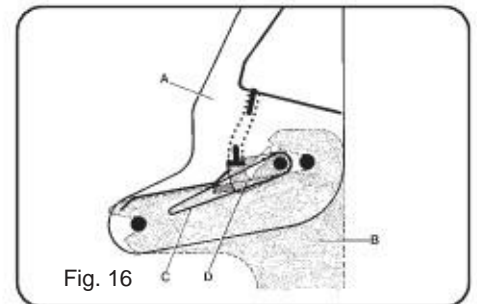

Fig. 16
**6 -** Die Hubzylinder langsam anhand des Hebels **BETÄTIGEN**, damit die Haken in die Verriegelungspunkte eingreifen können (Bild 16).
- 2 - Die hydraulischen Kuppler nach den verschiedenen Farben der Verschlusskappen anschließen, nachdem Sie vorher festgestellt haben, daß sie sauber sind (Bild 16 bis 19). Achten Sie darauf, daß die Schläuche nicht umgestellt werden. Kennzeichnen Sie die Schläuche mit den entsprechenden Farben.